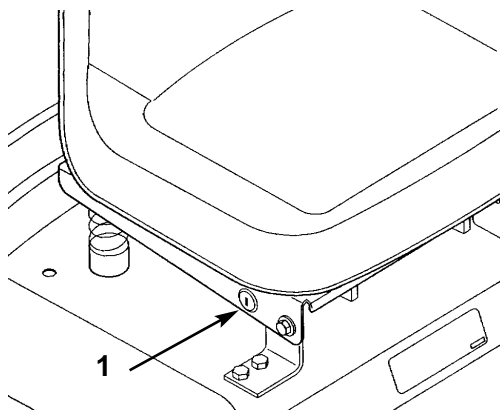
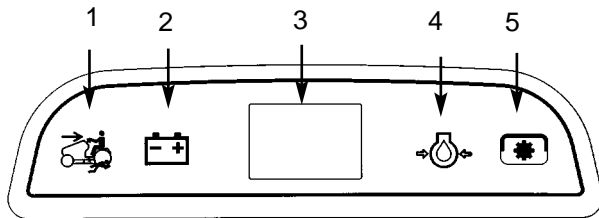

Figure 8
Figure 9
Si l'on est certain de pouvoir tondre ou utiliser un accessoire en marche arrière en toute sécurité, désactiver la fonction de blocage du fonctionnement en marche arrière en tournant le commutateur "Key Choice" (Fig. 8), situé devant et sous le siège, après avoir engagé la lame (PDF). Un voyant rouge s'allume sur la console avant (Fig. 9) pour signaler que le blocage du fonctionnement en marche arrière est désactivé. Une fois désactivée, la fonction de sécurité reste dans ce mode (c.-à-d. la lame de la tondeuse ou l'accessoire commandé par PDF fonctionne chaque fois que le tracteur se déplace en marche arrière), et le voyant de la console reste allumé jusqu'à ce que la lame (PDF) soit désengagée ou que le moteur soit arrêté.
Le module de commande des voyants (Fig. 9) contient les voyants suivants :
Ce levier (Fig. 9) sert à relever et abaisser les divers accessoires.
Cette commande (Fig. 9) sert à limiter la course descendante de l'accessoire. Tourner le bouton de sélection de hauteur pour augmenter ou diminuer la limite.
1. Tirer sur le levier de relevage des accessoires: se reporter à la section "Relevage des accessoires". En position relevée, tourner le bouton de sélection de hauteur (Fig. 9) pour changer la limite. Le tourner dans le sens des aiguilles d'une montre pour augmenter la hauteur de l'accessoire, ou dans le sens contraire des aiguilles d'une montre pour diminuer la hauteur.
2. Le voyant de sélection de hauteur (Fig. 9) signale le changement de la hauteur de relevage de l'accessoire, plus ou moins haut, au moment de la sélection.